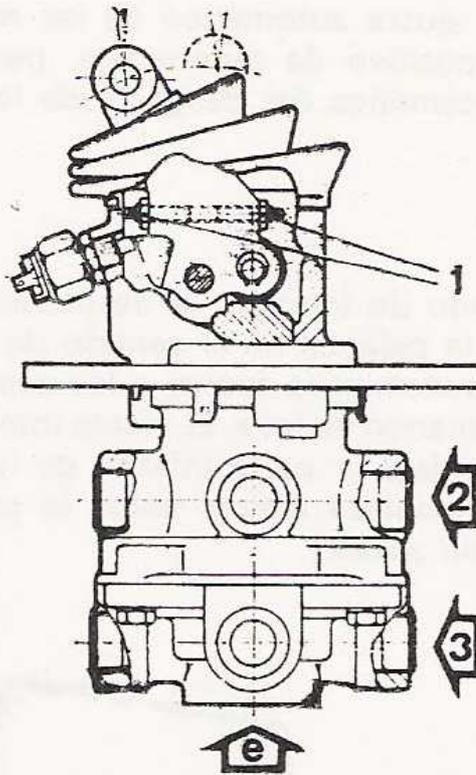

Fig. 11.3. - Válvula de accionamiento frenos, de doble circuito
- e) **Válvula accionamiento frenos** (fig. 11.3).
Al estar dotado el vehículo de un doble circuito de frenos, la válvula de accionamiento consta de dos cuerpos independientes entre sí (ver fig. 11.3), uno para cada circuito. La parte superior controla el circuito de frenos anteriores y la inferior el circuito de frenos posteriores.
- b) Verificar que la válvula de escape (ver fig. 11.3) se encuentre libre de suciedad.